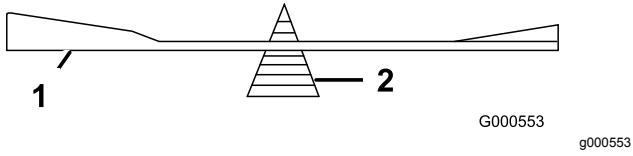

Figure 53
2. Vérifiez l'équilibre de la lame en la plaçant sur un équilibrage (Figure 53).